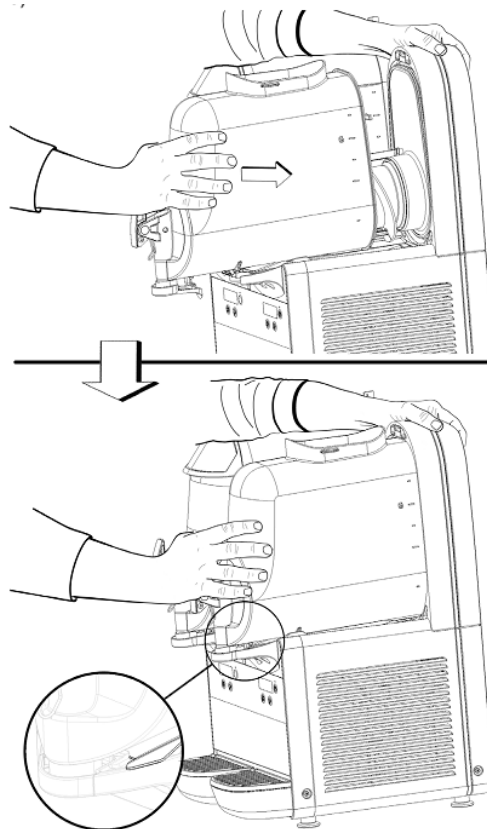

Рисунок 13
- 6 Установите контейнер, нажав на нее по направлению к задней стенке, убедившись, что он подходит должным образом к прокладке. Блокирующий рычаг будет понижен, пока он не опустится на поверхность каплесборника (смотри рисунок 13).